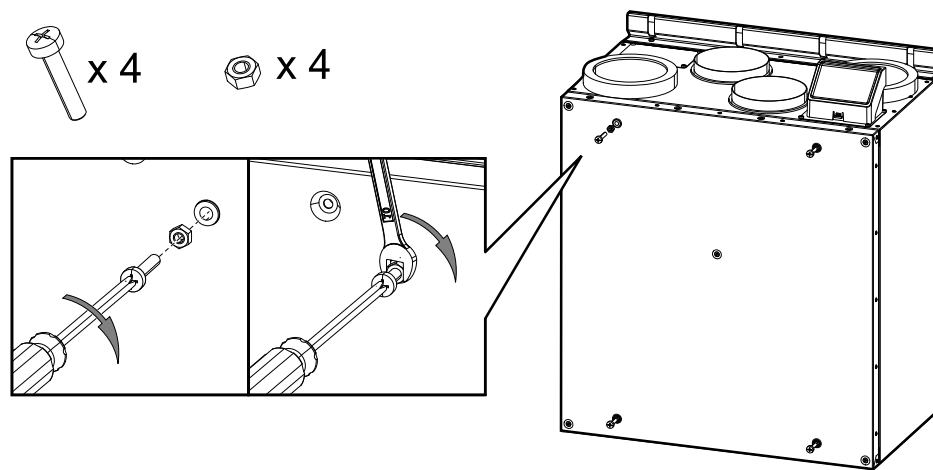

Bild 15 Die Installation der Schrauben
Die Dicke der Holzblöcke sollte 25-100 mm betragen. Wenn der benötigte Abstand kleiner als 25 mm ist, verwenden Sie Justierschrauben, anstelle von Holzblöcken (siehe Abbildung 15).
1. Vier M6-Schrauben in die Gewindeeinsätze am Gerät montieren und mit Sechskantmutter sichern (Abbildung 15). Der Abstand der Schrauben kann nachträglich justiert werden.